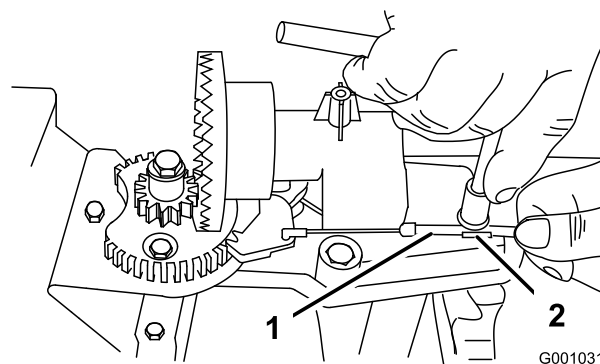
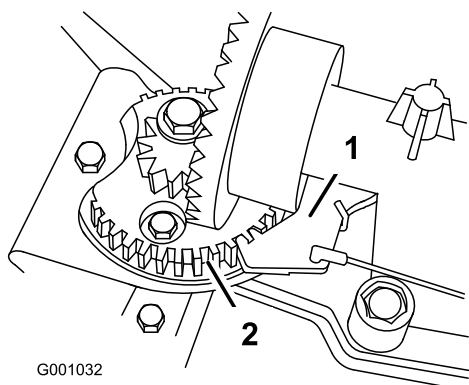

Figure 43
Figure 44
2. Desserrez le boulon du serre-câble (Figure 43).
3. Saisissez la gaine du câble et déplacez-la vers l'avant de la machine jusqu'à ce que le cliquet de verrouillage de l'éjecteur s'engage complètement dans les dents du secteur (Figure 43 et Figure 44).
Remarque: Le cliquet est rappelé par ressort et s'engage naturellement dans les dents du secteur (Figure 44).